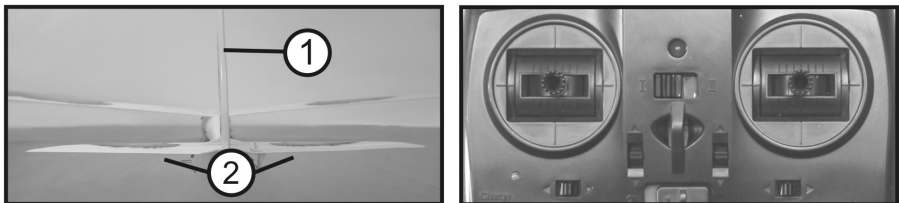

Figure 10
Si les leviers de commande pour les fonctions de gouvernes de direction et de profondeur et le compensateur numérique des fonctions de pilotage sont exactement au centre, la gouverne de direction (figure 10, n° 1) et la gouverne de profondeur (2) devraient exactement se trouver en position médiane. Vu de l'arrière, les gouvernes de direction et de profondeur doivent former un plan avec l'empennage et ne doivent dépasser ni en haut, ni en bas, ni à gauche, ni à droite.